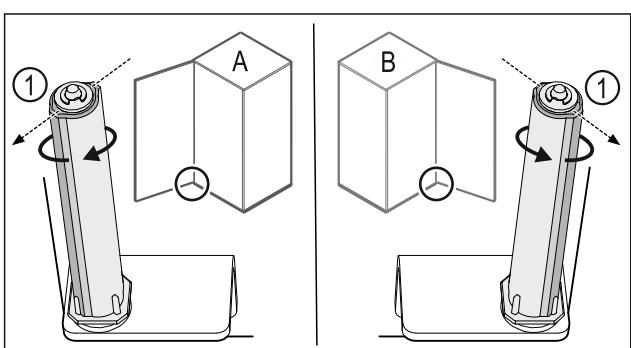

Fig. 29 Ľavý doraz (A)/pravý doraz (B)
- Otáčajte systém zatvárania proti odporu, kým nebude mostík systému zatvárania Fig. 29 (1) ukazovať von.